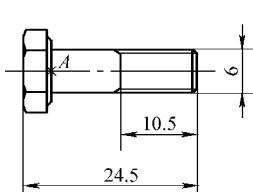

图 12-21 绘制六角头螺栓
- 17) 按图 12-21 所示绘制六角头螺栓，并创建块“ljtls”，以 A 点为基点。